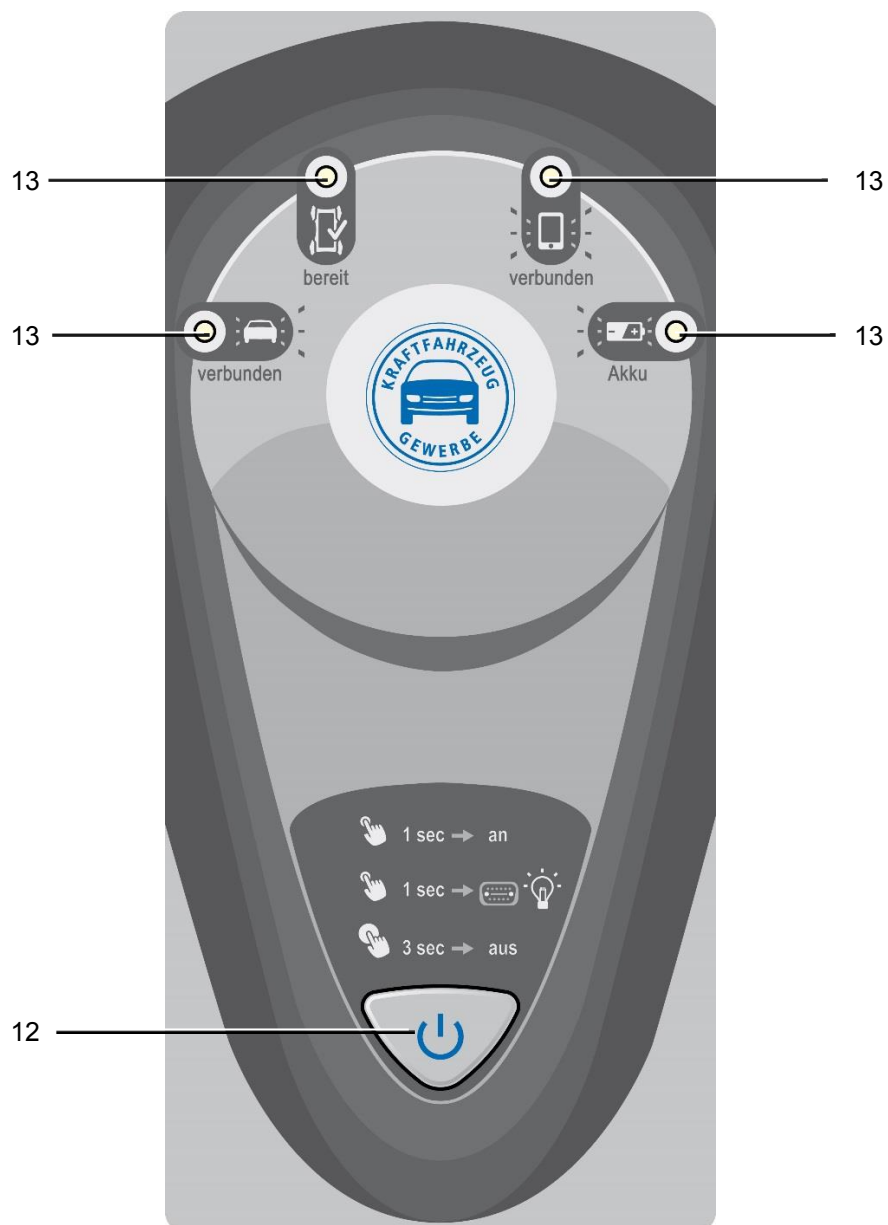

Abbildung 6: Bedienfeld
| 1 | Griff | 3 | Bedienfeld (Details siehe Abbildung 6, S. 19) |
1. Schalten Sie das Gerät aus, indem Sie den Taster 12 auf der Vorderseite des Geräts (siehe Abbildung 6, S. 19) drücken und länger als 3 Sekunden gedrückt halten.
Das Gerät verfügt über keine spezielle Transportsicherung. Der Taster **12** (siehe Abbildung 6, S. 19) kann bei einem Transport versehentlich betätigt werden und so das Gerät einschalten.